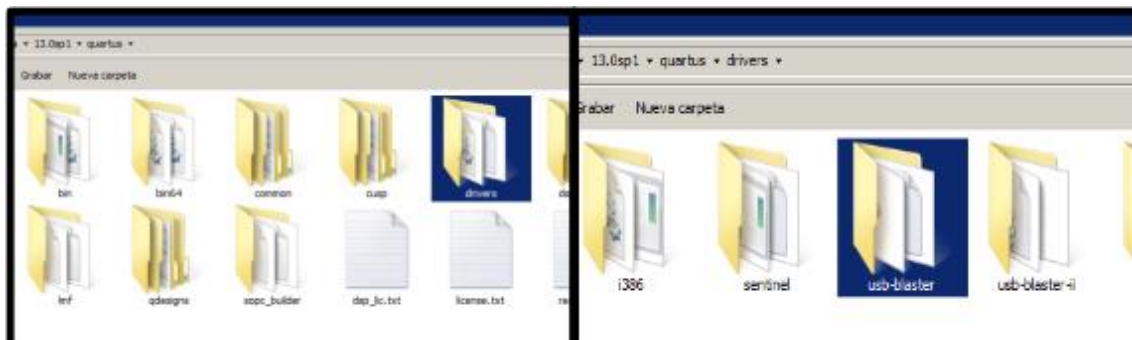

Figura 11: Carpeta con archivos de drivers de instalación
- ii. Ubicar carpeta con los drivers en el explorador de archivos en el directorio "C:\Altera\13.0sp1\quartus\drivers\usb-blaster" (Figura 11):